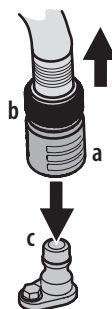

Figura 21
3. Tire del collarín de ajuste (a) del adaptador del pico (b) hacia atrás y empuje el adaptador del pico sobre el pico de lavado de la plataforma (c). Suelte el collarín de ajuste para trabar el adaptador del pico en el pico de lavado de la plataforma. Consulte la Figura 21.